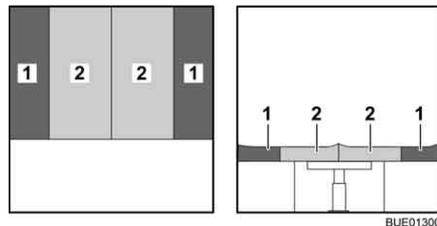

Bild 117 Nach dem Umbau
- Die Rückenpolster (Bild 117,1) zwischen die Sitzpolster und die Wand legen. Keilform beachten.